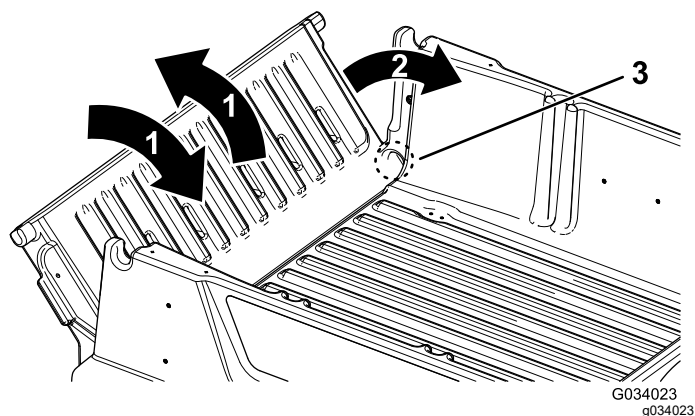

図 16
2. テールゲートを 45° 程度の角度にする 図 16。
3. この位置から、テールゲートを小刻みに前後に振るように数回往復させる 図 16。